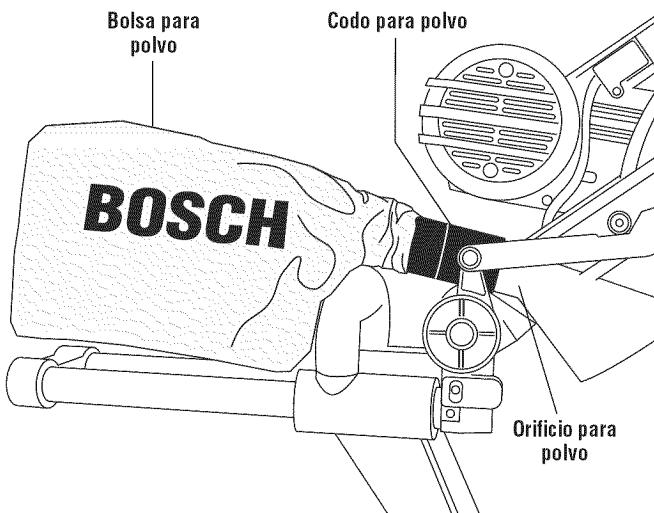

Figura 4. Bolsa y codo para polvo
1. Con el brazo de inglete fijado en la posición hacia abajo, empuje el codo para polvo encima de la orificio para polvo. Empuje la bolsa para polvo sobre el codo y gírelas hasta la posición deseada (Figura 4).